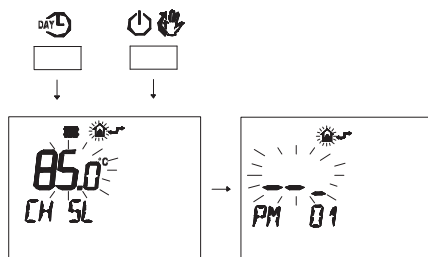

Рисунок 5.58
- Нажмите одновременно кнопки **DAYL** и **ON/OFF**, чтобы войти в поле ввода настроек (Рисунок 5.58).